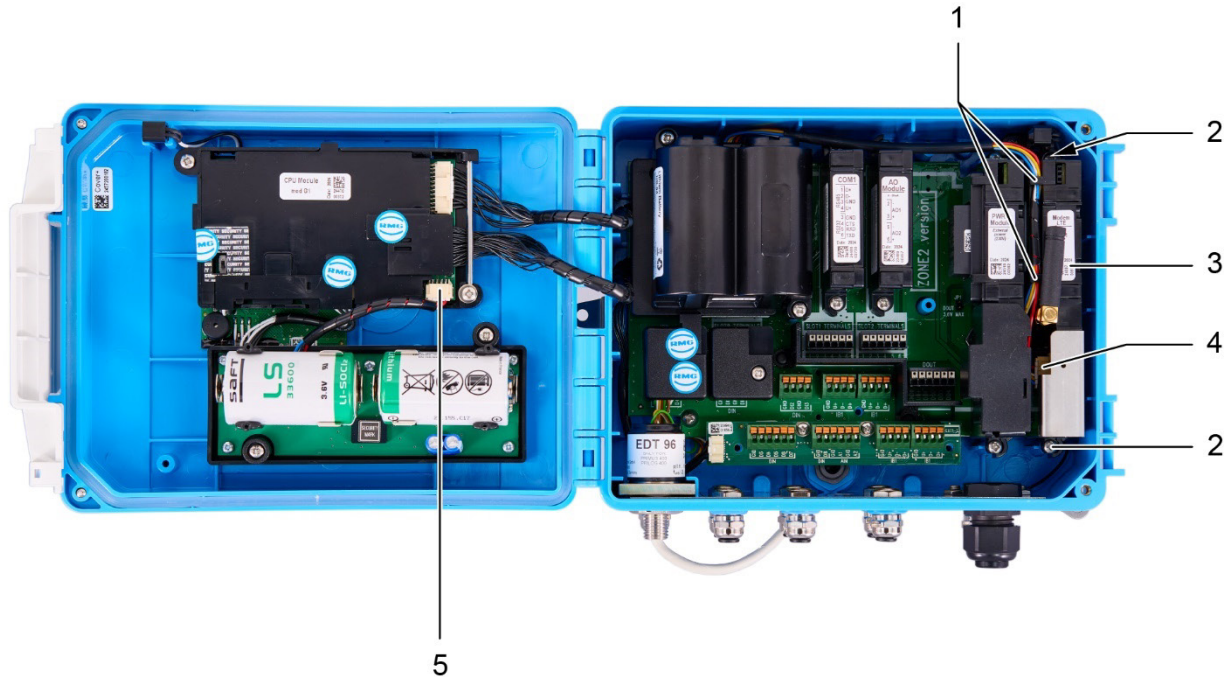

Abb. 55: Modemaustausch
- Auf die Sperre drücken und die Kabel vorsichtig herausziehen, um die Anschlüsse beider Batterien (Abb. 55, Pos. 4 und Pos. 5) zu trennen.
- Die Batteriekabel von der Halterung (Abb. 55, Pos. 1) lösen.
- Die Befestigungsschrauben (Abb. 55, Pos. 2) lösen.
- Das Modem (Abb. 55, Pos. 3) im rechten Winkel zur Grundplatte herausziehen. Das Modem NICHT zur Seite neigen! Im Modem ist eine Antenne installiert, die sich zusammen mit dem Modem bewegt. Wenn die externe Antenne verwendet wird, ihren Steckverbinder vom Kommunikationsmodul trennen, bevor das Modul entfernt wird.
- Das neue Modul auf die Stifte setzen und vorsichtig in den Anschluss auf der Systemkarte drücken. Die Schrauben (Abb. 55, Pos. 2) wieder anziehen. Auf die korrekte Ausrichtung und Position des Moduls achten, siehe Abschnitt 5.6.2.
- Die Batteriesteckverbinder (Abb. 55, Pos. 4 und Pos. 5) anschließen.